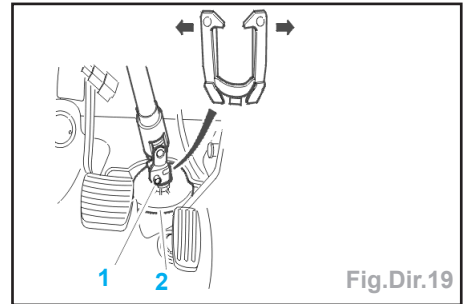

Fig.Dir.19
- Désaccoupler les rotules de direction à l'aide de l'extracteur [1] (extracteur de rotule ref.0709).
- Déposer la vis (1) (Fig.Dir.19).